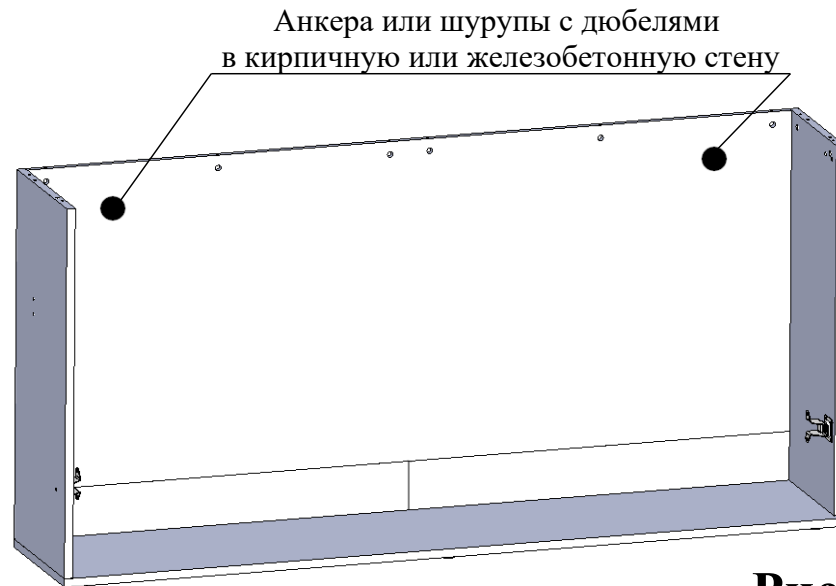

Рис.9
**Шаг 9.** Разметить отверстия для закрепления короба к стене комнаты в задней стенке. КООРДИНАТЫ ТОЧЕК ВЫБИРАТЬ ИЗ МАКСИМАЛЬНОЙ ПРОЧНОСТИ УЧАСТКОВ СТЕНЫ (рис.9).